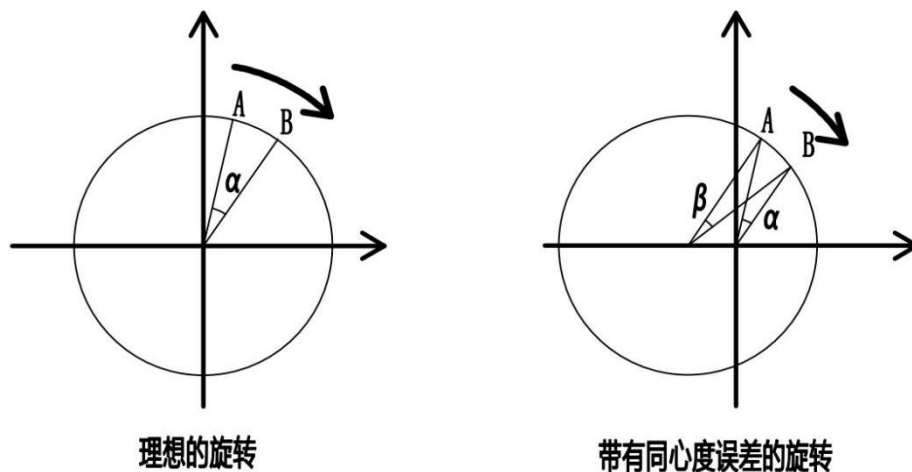
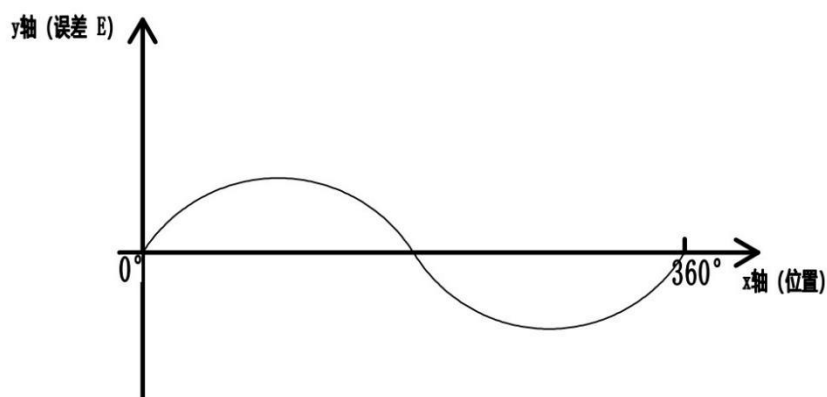

图 6-1
图 6-2
- 如下图 6-1，当存在同心度偏差时，从 A 点旋转至 B 点，会导致出现位置误差，误差值 $E = \beta - \alpha$ 。如图 6-2 中是旋转一圈中 E 的数值变化趋势。